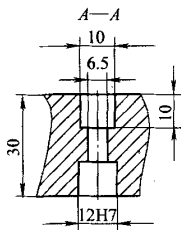

图 3
(1) 夹具体 夹具体设计为 V 形块, 用 V 形块两斜面定位零件, 同时也是块规的测量基准面。在其两边各加工 A—A (如图3) 工字槽。10mm × 10mm 槽起锁紧螺钉的作用, 6.5mm 通槽便于螺钉穿过连接调节定位滑块。12H7 槽是定位滑块的移动导向槽。V 形块两侧开有横槽, 其作用是当夹具需竖立使用时, 压板可伸入槽内将夹具紧固于钻台面上。